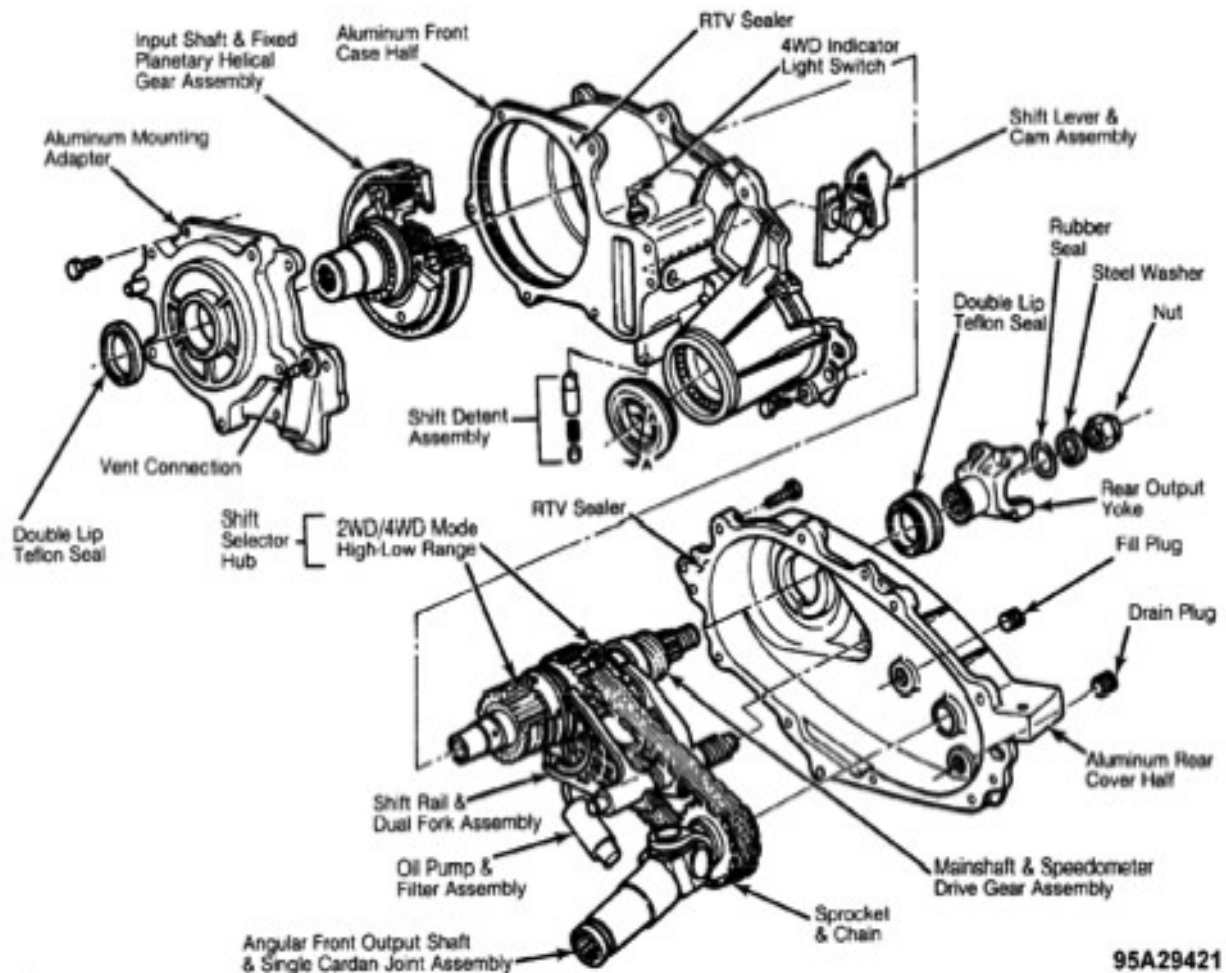

Fig. 11: Vista da caixa de transferência Borg-Warner de mudança manual 1350.
- 10) Se a desmontagem do conjunto de bloqueio 2WD/4WD for necessária, remova o anel trava interno e empurre o cubo de bloqueio e a mola do colar de bloqueio. Veja fig. 11. Remova o anel trava externo e a arruela de retenção que prende a coroa acionada ao eixo de saída dianteiro.